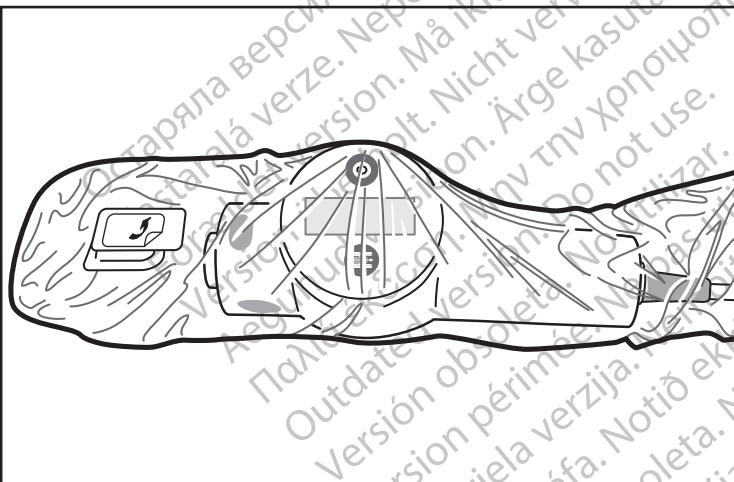

Abbildung 6. Positionieren des Beutels
- Um den Beutel zu positionieren, wird die MDUS PLUS Motorantriebseinheit nur so weit in den Beutel vorgeschoben, bis sie fest anliegt. Die sterile Person muss die MDUS PLUS Motorantriebseinheit nicht ganz bis zur Frontplatte am Beutel vorschieben. Es ist normal, dass zwischen dem vorderen Ende der MDUS PLUS Motorantriebseinheit und der Frontplatte am Beutel etwas Platz verbleibt (Abbildung 6).